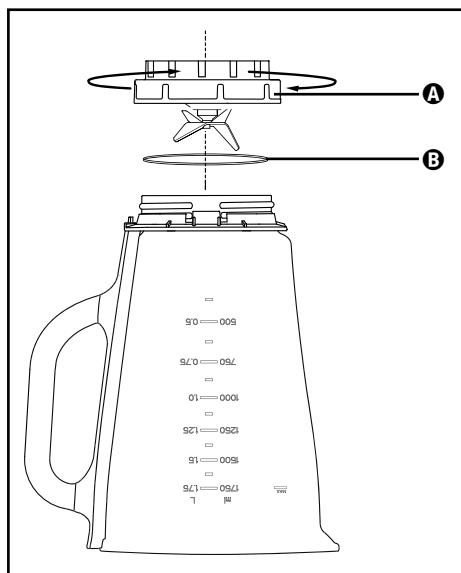

Fig. 3
- 2) Așezați aparatul cu capul în jos și roțiți componenta **A** în sens antiorar, astfel încât să se poată desprinde de recipientul de amestecare **3** (a se vedea fig. 3).